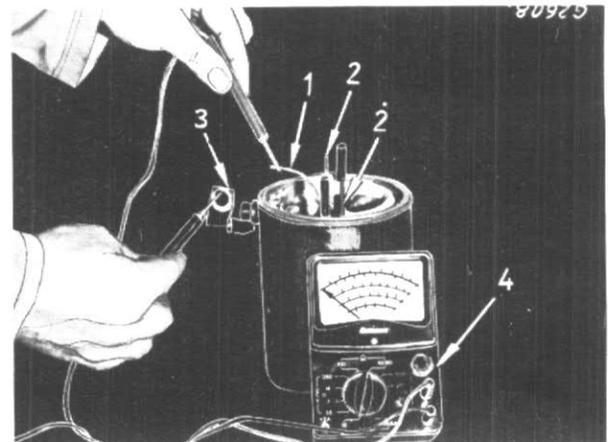

Figure 24
Note : L'extrémité de la bobine de shunt (1) fig. 24 doit être dessoudée pour le contrôle des bobinages.
Employez un ohmmètre. Appliquez des deux pointes de touche sur la connexion (3) et sur chacun des contacts des bobinages (1 et 2). fig. 24.